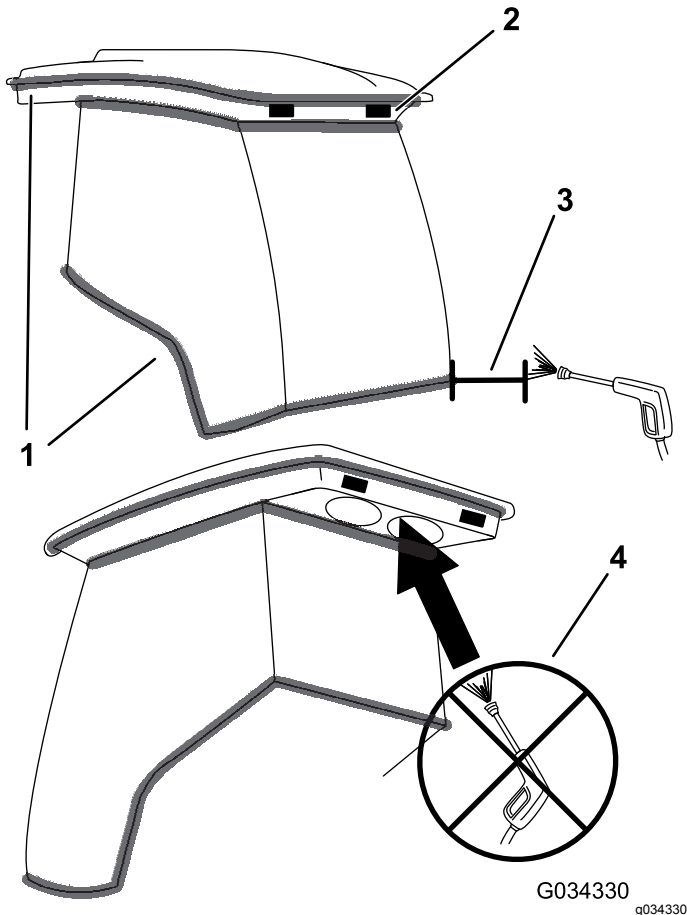

Figure 96
**Important:** Faites attention près des joints et des éclairages de la cabine (Figure 96). Si vous utilisez un jet haute pression pour le nettoyage, maintenez-le à au moins de 0,6 m (2 pi) de la machine. Ne dirigez pas le jet haute pression directement sur les joints et les éclairages de la cabine ou sous le surplomb arrière.